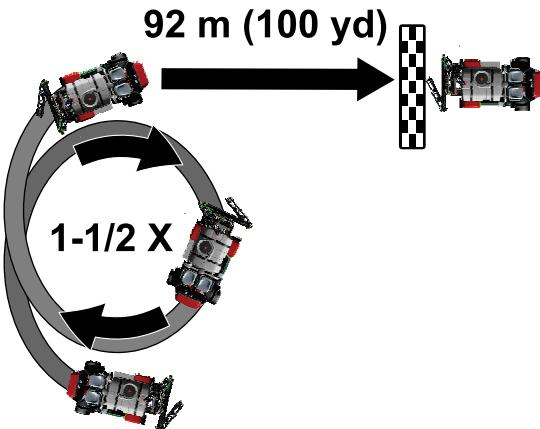

Figura 165
- Guidate la macchina in tondo facendole compiere 1 giro e mezzo (Figura 165).
- Guidate in avanti per 92 m; fate riferimento a Figura 165.